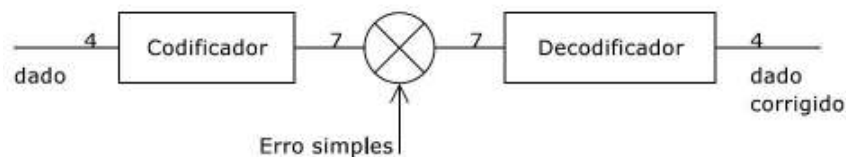

Figura 2: Hamming
4. Usando VHDL, implemente um circuito de correção de erros de entradas codificadas segundo o código de *Hamming* de distância 3 bits. O circuito deve ser capaz de corrigir erros simples (em um bit). As entradas tem 4 bits de dados e 3 de codificação e podem ser corrompidas em um bit. O circuito decodificador detecta o erro e corrige, apresentando os 4 bits de dados corrigidos. A demonstração deve permitir especificar as entradas (4 bits), inserir erros (em qualquer uma das 7 posições e em qualquer quantidade) e verificar a saída corrigida e não corrigida. A figura 2 ilustra o funcionamento do circuito. [RD]